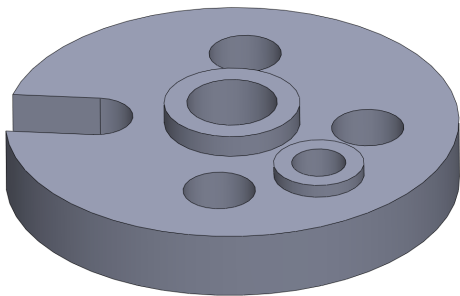

图 8-6 打开素材模型
(1) 单击常用工具栏中的【打开】按钮，打开一幅素材模型，如图8-6所示。